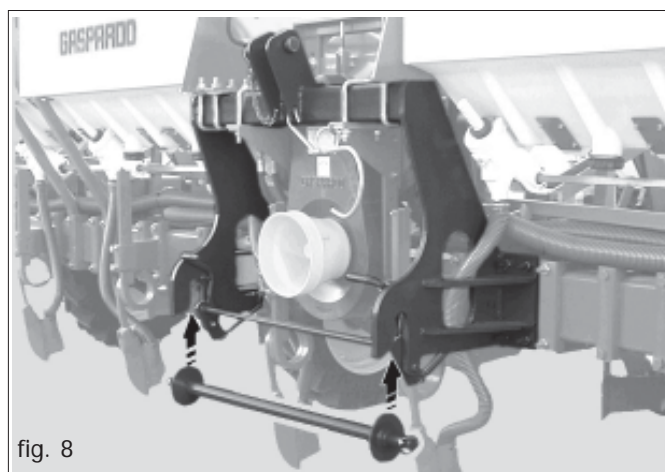

fig. 8
- 2) Portarsi con la stessa sotto la verticale dei punti di aggancio della seminatrice (Fig. 8). Alzare il sollevatore fino allo scatto del dispositivo di bloccaggio della barra.